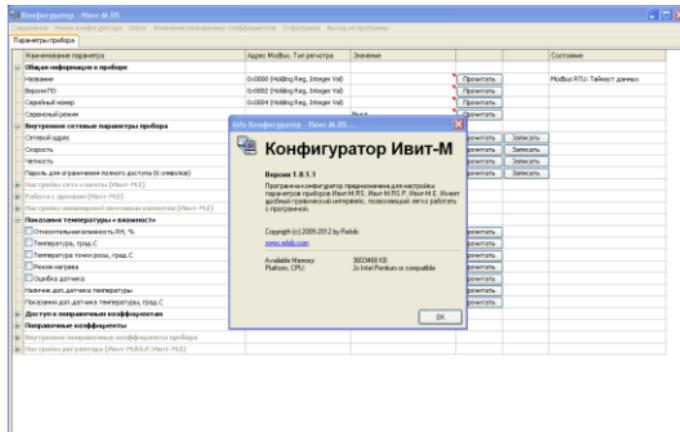

Рисунок 5 – Окно конфигуратора Ивитецлер
7.4.2 Для конфигурирования настроек служит ПО «ИВИТ-М» (config-ivit.exe) (рисунок 5).